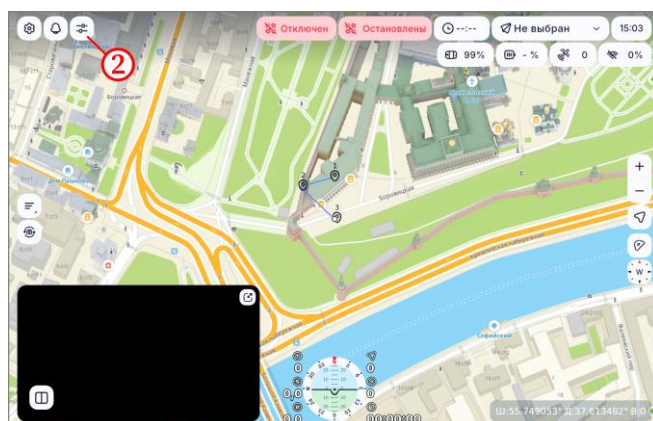

Рисунок 65
- в главном окне ПО нажать на кнопку  (рисунок 65, шаг 2);